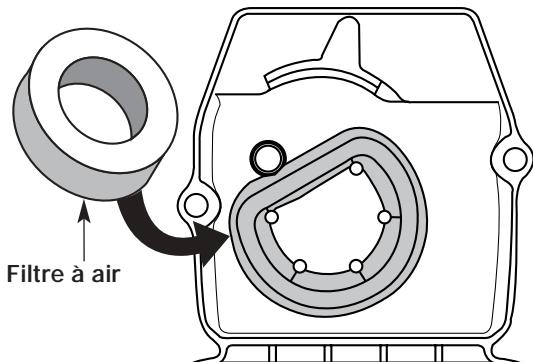

Fig. 22
- Enlevez le filtre à air à l'arrière du carter de filtre à air/pot d'échappement (Fig. 22).
- Replacez le filtre à air dans le carter du filtre à air/pot d'échappement (Fig. 22).